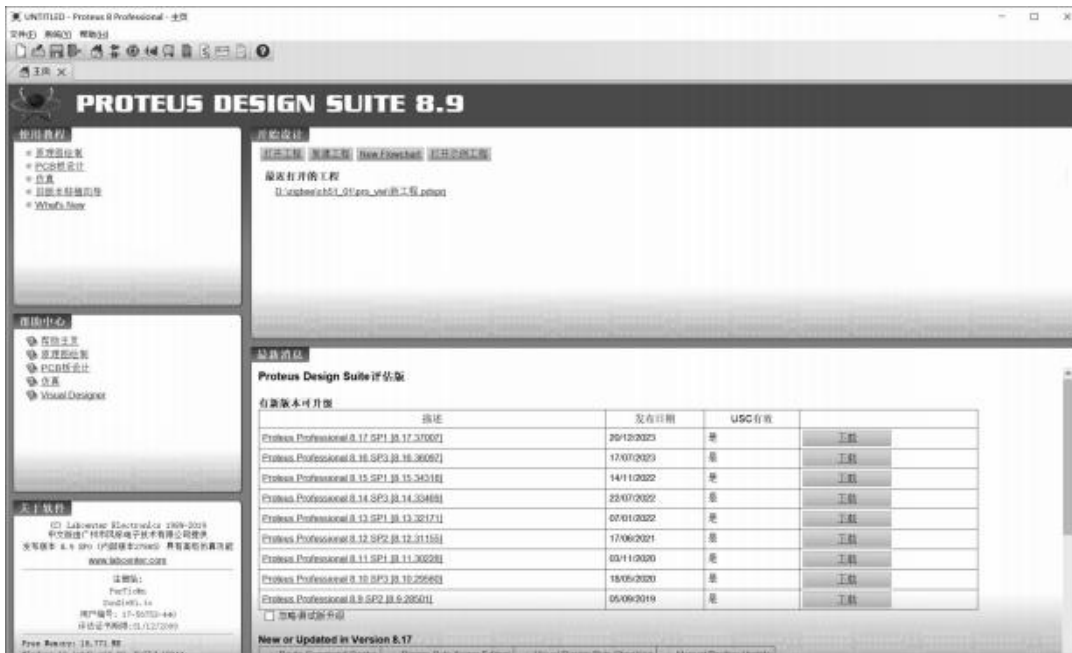

图 1-3-2 Proteus 启动界面
(1) 双击 Proteus 软件的快捷方式图标打开软件,如图 1-3-2 所示。